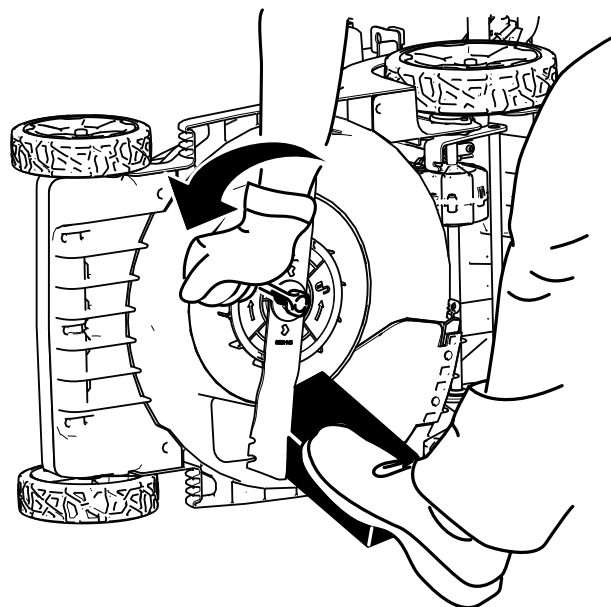

Figura 24
2. Utilize um bloco de madeira para manter a lâmina segura (Figura 24).
3. Remova o parafuso da lâmina, anilha e lâmina; guarde o suporte e parafuso (Figura 24).